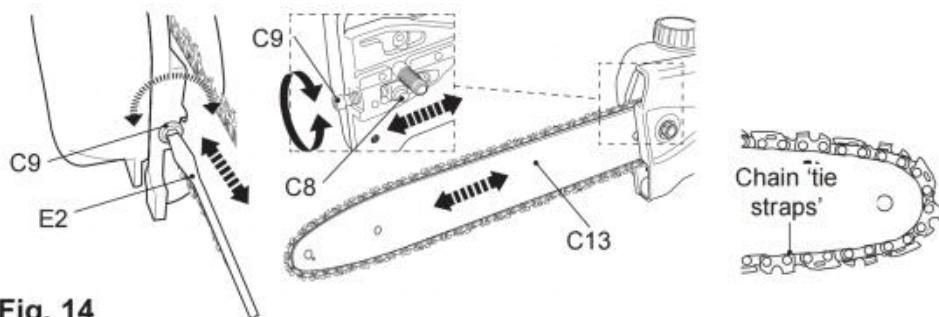

Fig. 14
3) Vissez la vis de tension (C9) dans le sens des aiguilles d'une montre ou dans le sens contraire des aiguilles d'une montre pour régler la goupille de tension (C8) / la barre de guidage (C13) jusqu'à ce que les « sangles d'attache » de la chaîne touchent juste le bord inférieur de la barre de guidage (Fig. 14). .